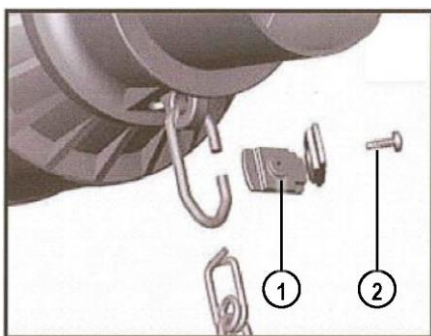

Рис. 82. Замок открыт
- Ослабьте болт (2) (Рис. 82).
- Откиньте пластину (1).